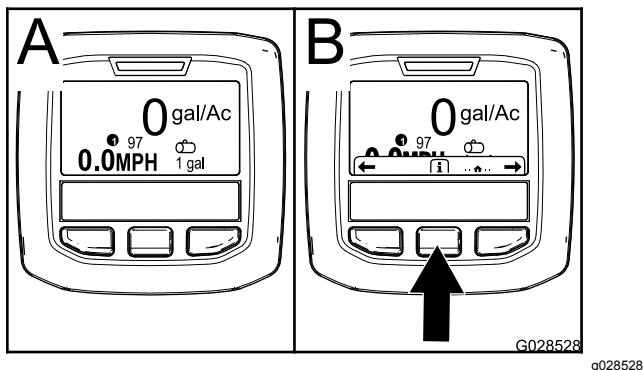

Figura 60
2. Tras unos 15 segundos, aparece la pantalla de inicio. Pulse el botón de selección central para visualizar el contexto de información (Figura 60).